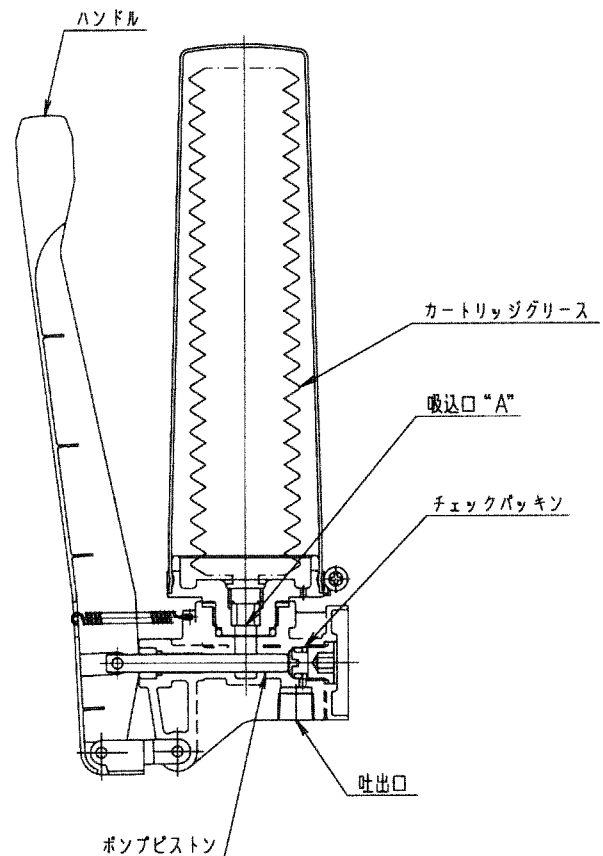

図1
〔 図1 を参照して下さい。なお図はLB04Cですが、
- 1) ハンドルを手前(図1では左方向)に動かしますと、ポンプピストンが左側に移動し吸込口“A”を開放します。